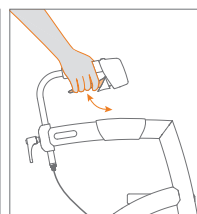

Abbildung 22:
- d. Möchten Sie den Rollator aus der Parkposition lösen? Betätigen Sie die Handbremsen erneut und lösen Sie sie (**Abbildung 22**). Die Parkposition ist nun aufgehoben.